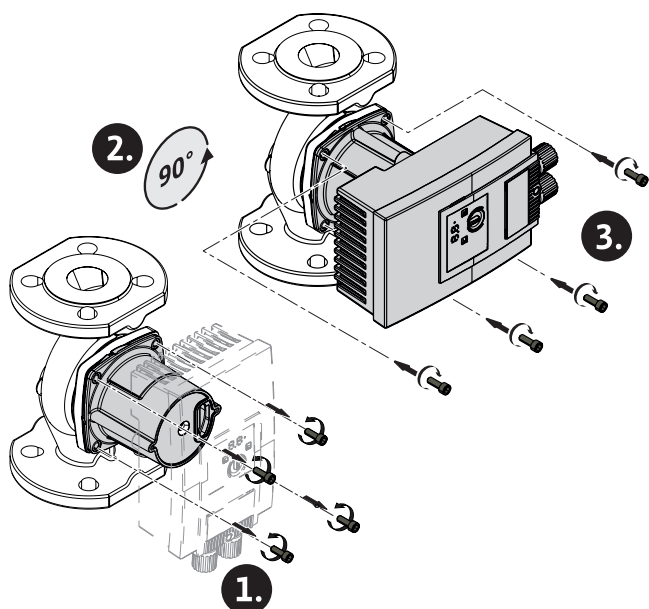

Fig. 5: Vyrovnání motoru
2. Uvolněte hlavu motoru a opatrně jí otáčejte → Fig. 5.